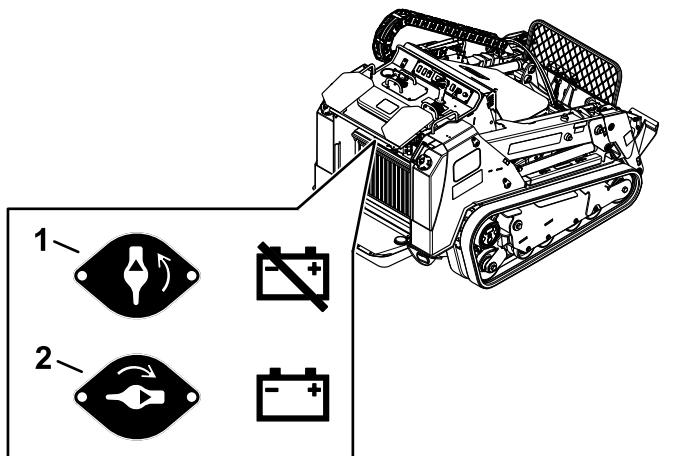

Figura 59
- Para suministrar energía eléctrica a la máquina, gire el interruptor de Desconexión de la batería en sentido horario a la posición de ENCENDIDO (Figura 59).
- Para interrumpir el suministro de energía eléctrica de la máquina, gire el interruptor de Desconexión de la batería en sentido antihorario a la posición de APAGADO (Figura 59).